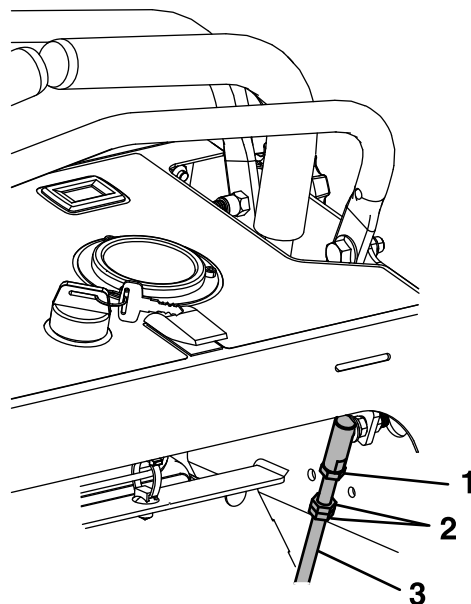

Figure 45
6. Desserrez l'écrou de blocage supérieur au bas du joint à rotule, comme montré à la Figure 45. Réglez la longueur de la tige de commande
5. Desserrez l'écrou de blocage supérieur à l'extrémité supérieure du joint à rotule sur le levier qui doit être réglé (Figure 45).